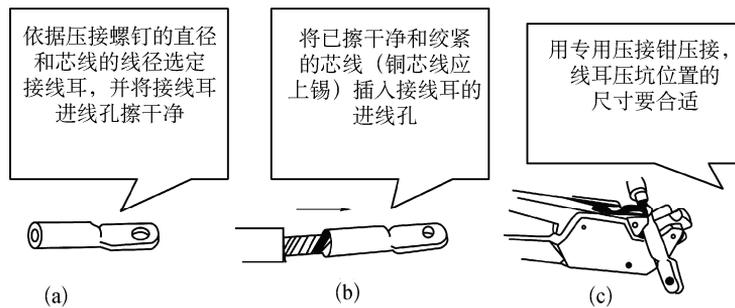

图 1-23 导线与接线耳的连接
(2) 各种导线接头的绝缘恢复要求。
① 380 V 导线接头绝缘层的恢复：先包缠两层黄蜡绸带（或涤纶薄膜），再包缠一层塑料绝缘胶带。
② 220V 导线接头绝缘层的恢复：直接包缠 2~4 层塑料绝缘胶带。
③ 低压橡胶套电缆接头绝缘层的恢复：先包缠 2~3 层黄蜡绸带（或涤纶薄膜），再用橡胶绝缘胶带包缠 1~2 层。
(3) 大截面导线与接线耳的连接如图 1-23 所示。